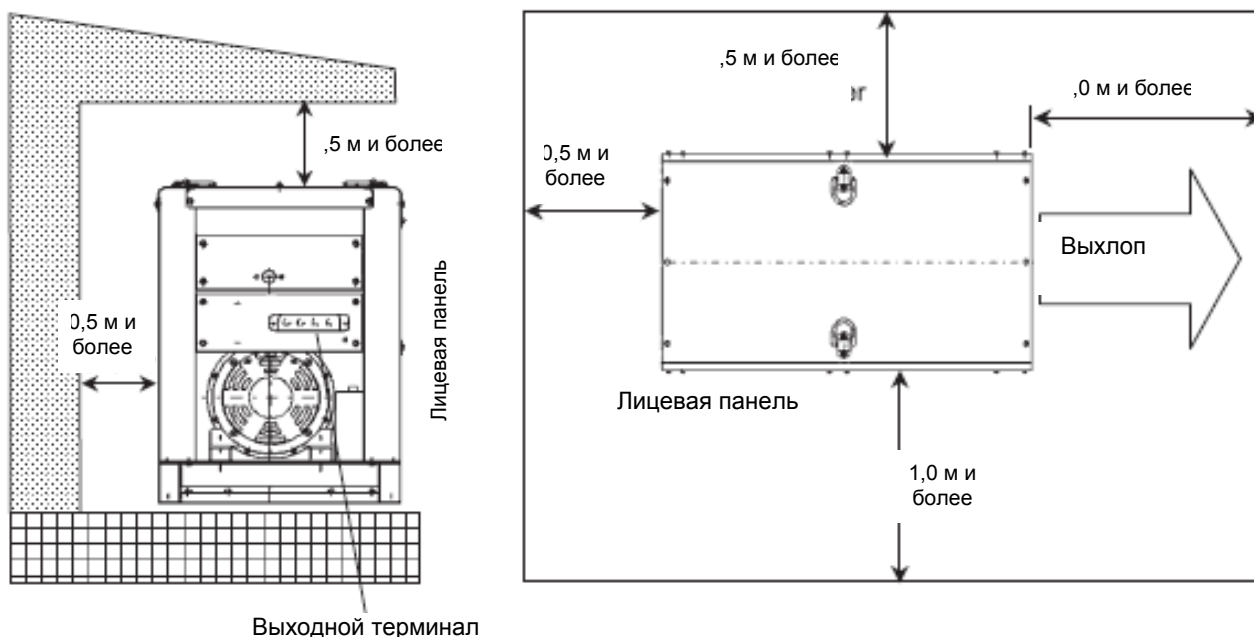

Рис. 1
- Обеспечить достаточное пространство для генераторного агрегата в целях удобства при проведении техобслуживания. Пространство следует организовать в соответствии с Рис. 1. Кроме того, это пространство должно быть хорошо вентилируемым, чтобы потоки горячего воздуха от радиатора и глушителя имели выход и не застаивались.